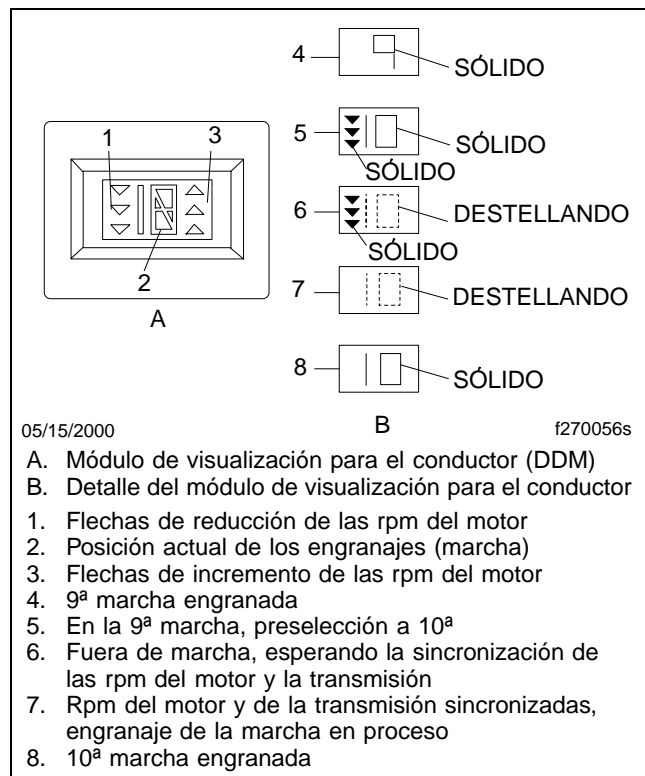

Figura 5.14, Módulo de visualización para el conductor (DDM)
- Módulo visualizador del conductor o DDM (**Figura 5.14**), montado en el panel, indica la posición de los engranajes y la dirección en que necesitan ir las rpm del motor para el siguiente acople de engranajes. Cuando la palanca seleccionadora de marcha está en la posición "D" el módulo de visualización indica lo que debe hacer el conductor para acoplar el próximo engranaje (reducir o acelerar) mediante flechas para abajo y para arriba. Cuando el número de la marcha aparece sólido en la pantalla la marcha está totalmente engranada. Cuando el número de la marcha destella en la pantalla la transmisión está fuera de marcha, esperando la sincronización del motor y la transmisión, o en el proceso de engranar la siguiente la marcha.
2. Un tono audible suena en la DCC (consola de mando del conductor) cuando la transmisión está lista para cambiar. Las flechas en el DDM (módulo de visualización para el conductor) (**Figura 5.14**) indican la dirección en que las rpm del motor deben ir para sincronizar el siguiente cambio. La siguiente marcha se indica en la pantalla. Vea la **Figura 5.14**.